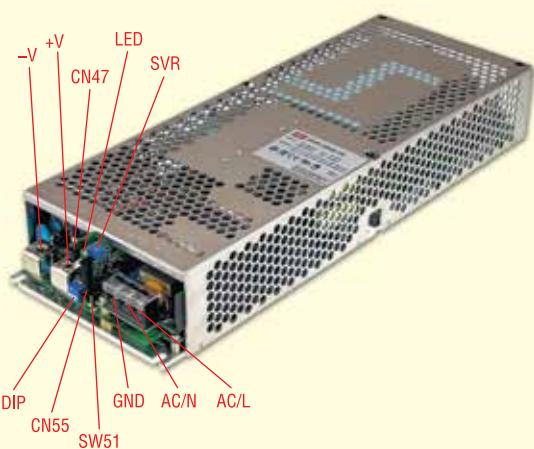

Рис. 21. Зовнішній вигляд джерел живлення сімейства PHP-3500
На фронтальному боці джерела живлення сімейства PHP-3500 розташовані (рис. 21):
Стан джерела живлення сімейства PHP-3500 можна також оцінити за станом індикації світлодіода LED (рис. 21). Коли цей світлодіод випромінює рівне зелене світіння, джерело живлення функціонує нормальним. Якщо ж колір світіння стає червоним, то, залежно від того, блимає світлодіод чи ні, можна характеризувати стан джерела живлення як некондиційний або як аварійний. Некондиційний стан (миготливий світлодіод) озна-
- Різниця вихідних напруг між будь-якими двома джерелами живлення в об'єднанні не повинна перевищувати 0.2 В. Вихідна напруга регулюється потенціометром SVR (рис. 21).